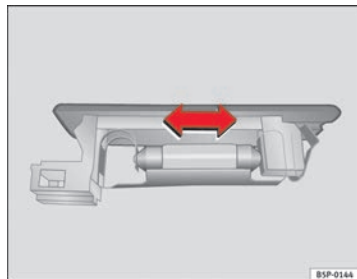

Fig. 176 Éclairage du coffre à bagages
- Appuyez sur l'ampoule latéralement et retirez-la du logement ⇒ fig. 176.